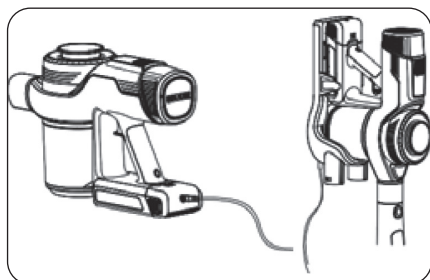
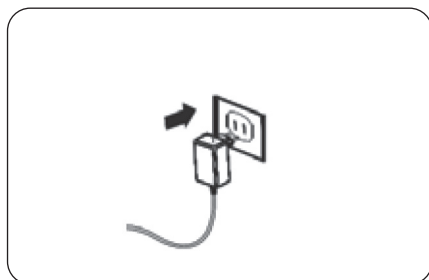

Figura 17
Figura 18
6. Conecte el cargador directamente al aspirador o a la estación de carga (Figura 17) y el otro extremo a una toma de pared de su hogar. (Figura 18)